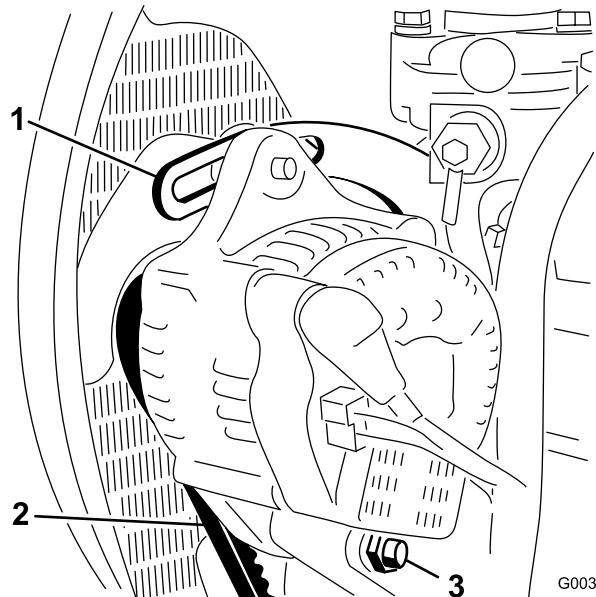

Рисунок 77
2. Проверьте натяжение ремня генератора, надавив на него (Рисунок 77) посередине между шкивами генератора и коленчатого вала с усилием 10 кг.
3. Ослабьте болт крепления скобы к двигателю (Рисунок 77), болт крепления генератора к скобе и болт оси поворота.